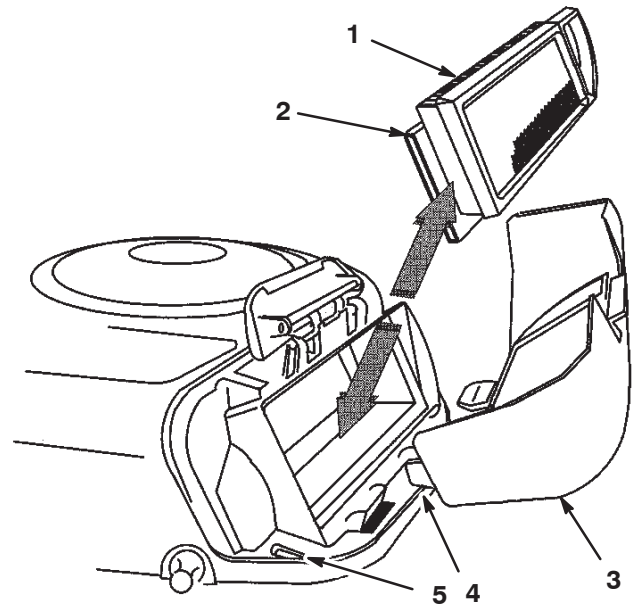

Bild 22
3. Schieben Sie den Papier- und den Schaumeinsatz vorsichtig vom Gebläsegehäuse herunter (Bild 22).
2. Fluchten Sie die Nasen des Luftfilterdeckels mit den Schlitten im Gebläsegehäuse aus (Bild 22).